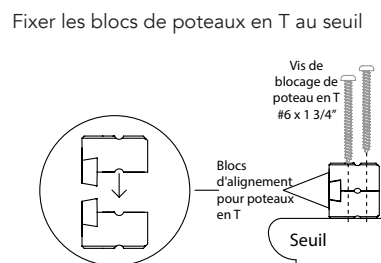

Fig. 8.2
- Empilez deux blocs d'alignement de poteaux en T, l'un avec la languette vers l'haut et l'autre avec la languette vers le bas. (Voir Fig. 8.2)